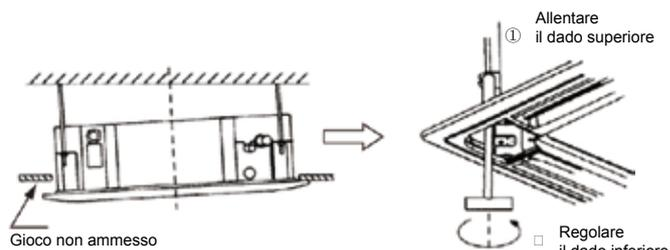
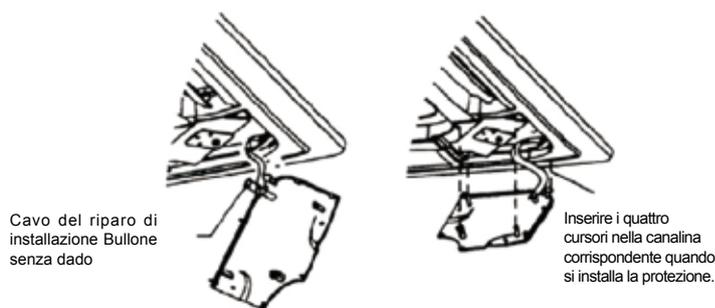

Figura 14
Figura 15
- Se il gioco tra il pannello e il soffitto persiste anche dopo aver fissato le viti, modificare nuovamente l'altezza dell'unità interna. (Fare riferimento alla figura 14 a sinistra).
- L'altezza dell'unità interna può essere modificata attraverso le aperture sui quattro angoli del pannello, se questo non interferisce con l'alzata dell'unità interna rispetto al tubo di scarico. (Fare riferimento alla figura 14 a destra).
- (4) Sospendere la griglia di ingresso aria al pannello, quindi collegare il cavo del motore e quello della scatola di comando con gli spinotti corrispondenti sul corpo dell'apparecchio.
- (5) Riposizionare la griglia di ingresso aria eseguendo la procedura in ordine inverso.
- (6) Riposizionare il riparo di installazione.
- Fissare il cavo del riparo di installazione sul bullone dello stesso. (Fare riferimento alla figura 15 a sinistra).
- Premere con cautela il riparo di installazione sul pannello. (Fare riferimento alla figura 15 a destra).